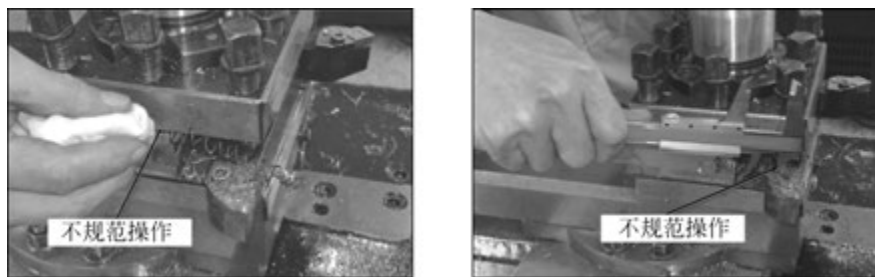

图 1.15 直接去拿或用量具去勾切屑
(5) 在车削时,应用钩子清除切屑,如图 1.14 所示,不允许用手直接去拿或用量具去勾,错误示例如图 1.15 所示。
(6) 下班时应关闭电源,清扫车床,加油润滑车床导轨,将溜板箱移至靠近尾座处,整理工、量具和物件,搞好环境卫生。